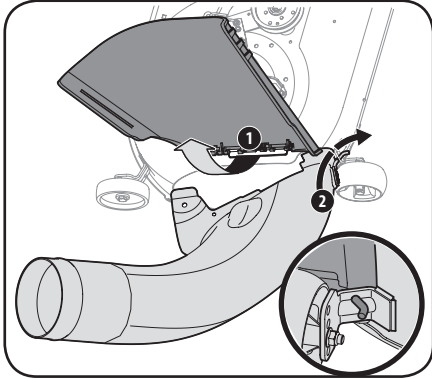

Figure 4-12
1. Relevez le déflecteur d'éjection et tenez-le (1), puis installez le coude de la goulotte en insérant la tige de montage dans le trou de montage de la goulotte (2). Voir Figure 4-12.